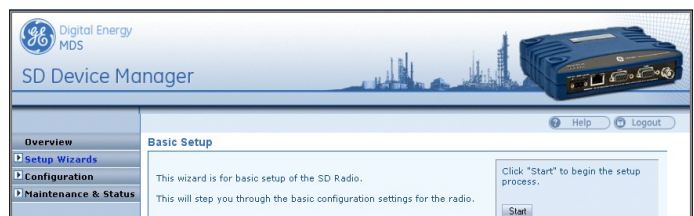

Figure 7. Assistant d'installation de base
4. L'assistant d'installation de base (Figure 7) démarre automatiquement à la connexion d'une radio sortie d'usine. Il affiche une série d'écrans avec des sélections clés comme suit :